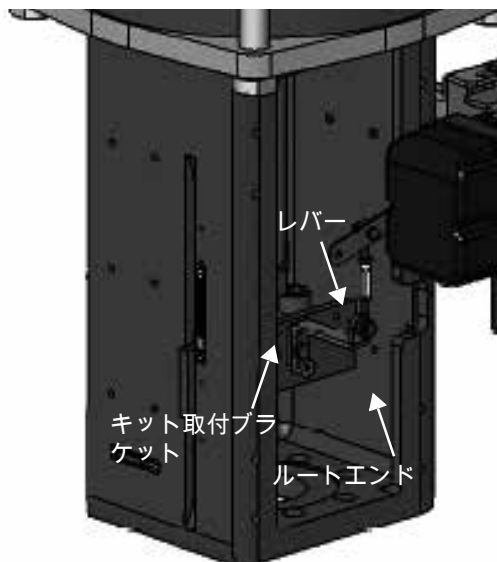

図18 - 85/86バルブ
2. ヘリカルスプリングワッシャー5/16、平ワッシャー5/16、六角ねじ5/16-18x44.5 [1.75] LGを使用して、取付アセンブリをヨーク (図18) に取り付けます。